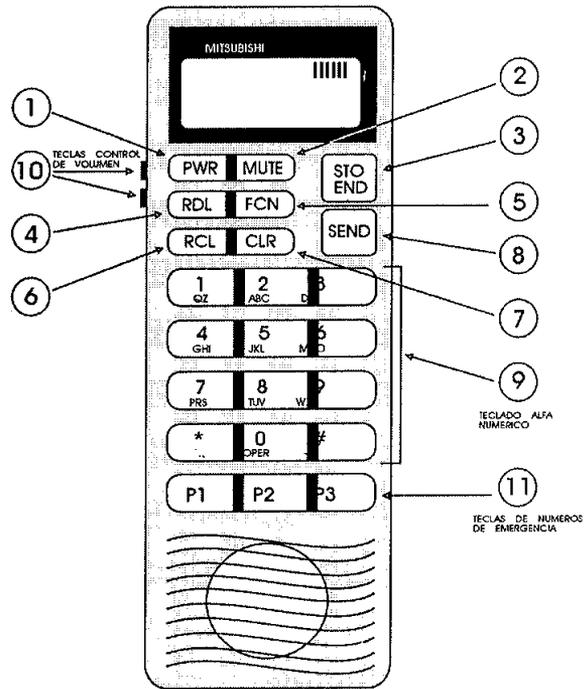

FIG. 12
3. Identifique las teclas y funciones en el handset, con el fin de efectuar las pruebas de operación. Ver Fig. 12